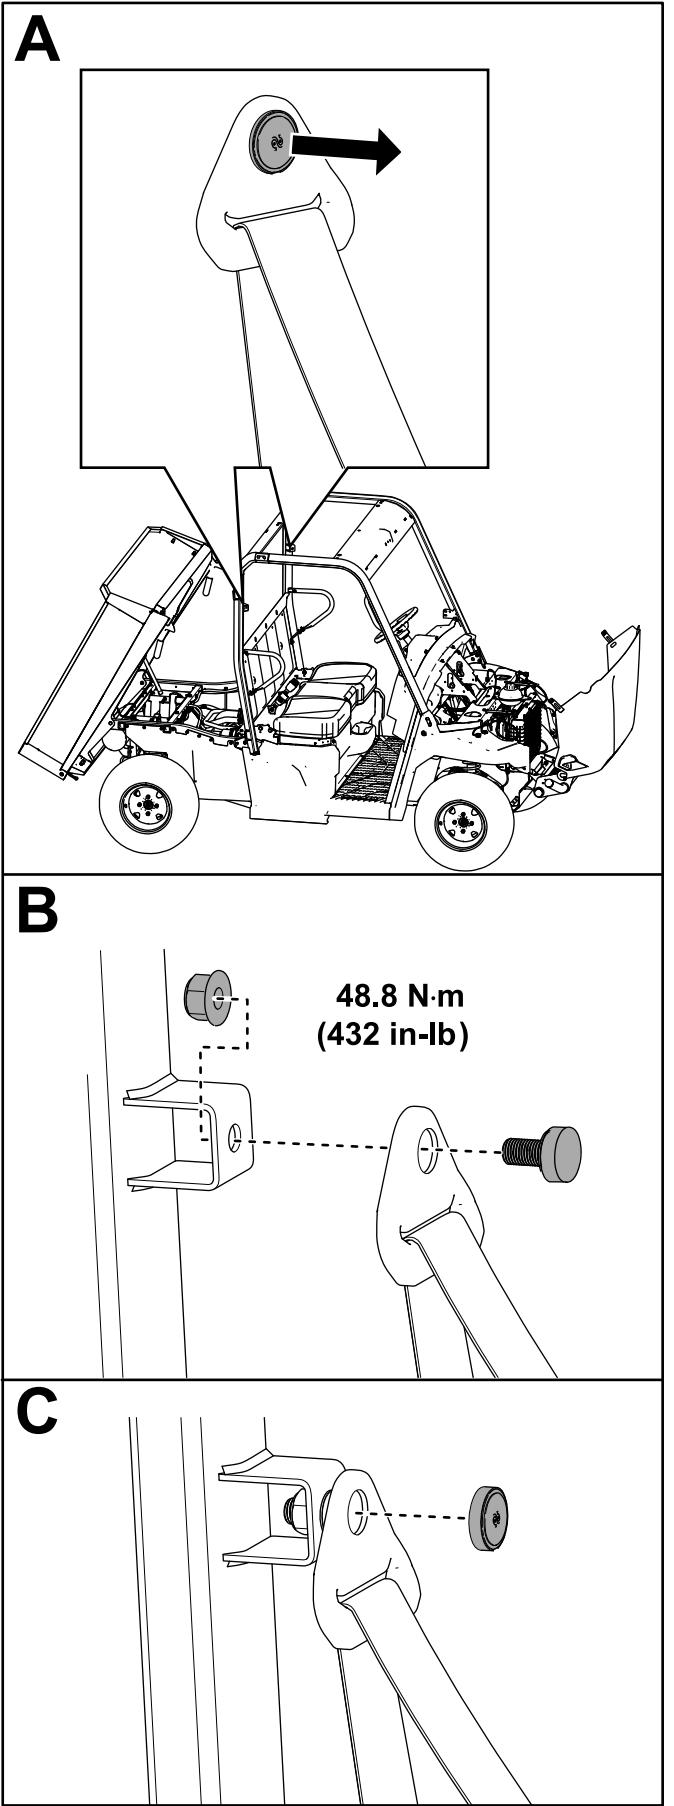

Bild 22
- A. Entfernen Sie die Kappe vom oberen Teil des Sicherheitsgurtes (Bild 22).
- B. Führen Sie den Sicherheitsgurt in die Halterung des Überrollbügels ein und sichern Sie den Sicherheitsgurt mit einer Sicherungsmutter (7/16"), wie in Bild 22 dargestellt.
- Ziehen Sie die Sicherungsmutter (7/16") auf ein Drehmoment von 48,8 N·m fest, wie in Bild 22 dargestellt.
- C. Schrauben Sie den Deckel auf (Bild 22).